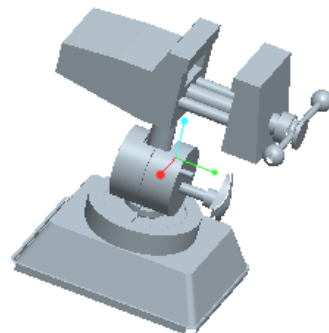

図 9-7 分解図のために作成されたビュー
- タイプとして参照指定による回転のほか幾つかの方法が用意されている。ここではダイアログボックスの設定はデフォルトのまま、マウスの中ボタンでモデルをドラッグし、分解図のための適当なビューを作る（図 9-7）。